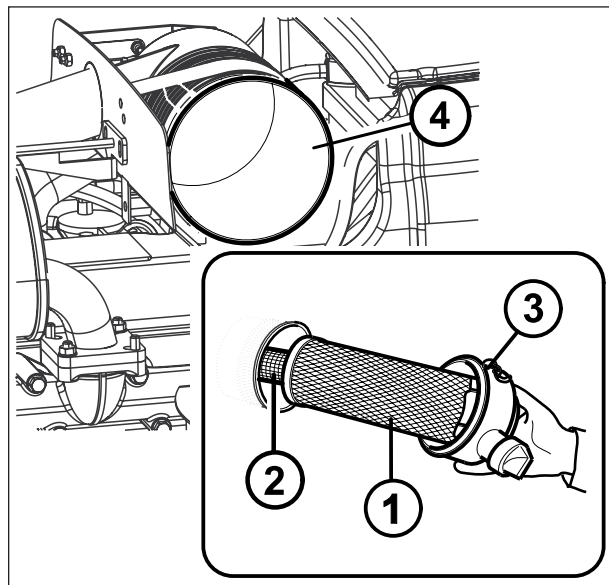
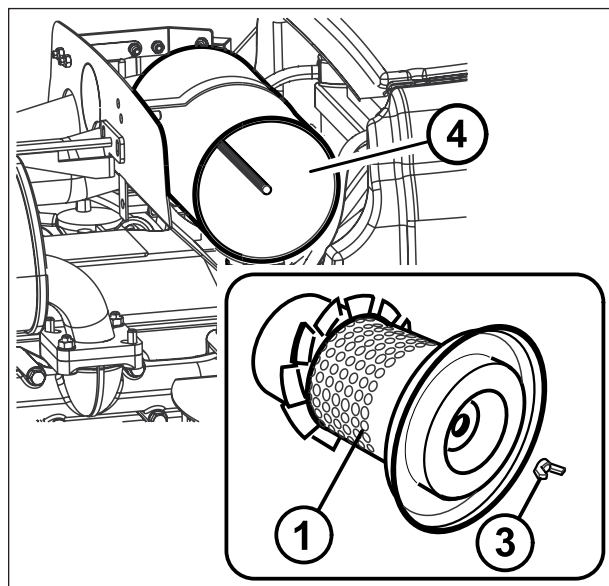

Fig. 98a (9030 - 9045)
Fig. 98b (9055)
### Cartucho externo filtro aire en seco (Fig. 98a) (9030 - 9045) (Fig. 98b) (9055)
Periódicamente, con mayor frecuencia si se trabaja en ambiente con elevada presencia de polvo, extraer el cartucho (1 Fig. 98a - 98b) desenganchando la tapa (3 Fig. 98a para 9030-9045) o desenroscando la tuerca (3 Fig. 98b para 9055)
Con un trapo húmedo limpie bien todas las partes internas del recipiente (4 Fig. 98a - 98b) antes de volver a montar.
**Sustituir el elemento externo (1 Fig. 98a - 98b) después de tres limpiezas y como mínimo una vez al año o cada 1000 horas.**
**Cambie el elemento de seguridad interno (2 Fig. 98a, solo para 9030 - 9045) una vez al año.**